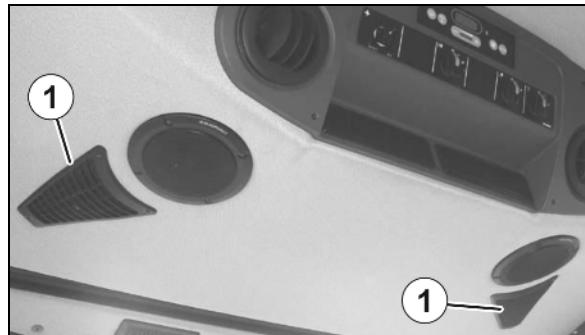

Рис. 185
1. Снимите крышку (Рис. 185/1) с корпуса (Рис. 185/3).
2. Замените фильтр сливной линии (Рис. 185/2).